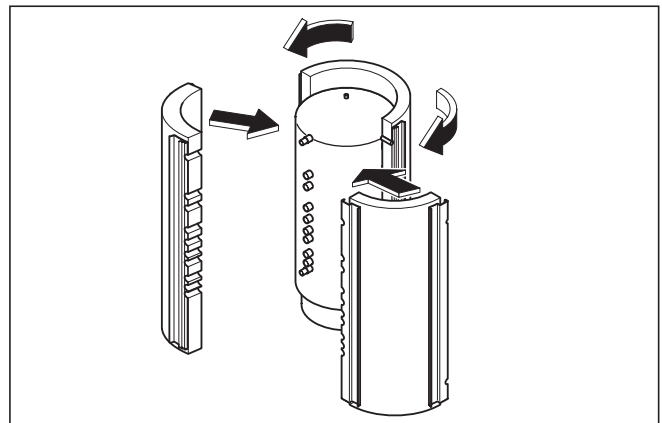

Bild 4.4 Montera isoleringshöljen
- Vik det stora (främre) isoleringshöljet runt multifunktionsberedaren framifrån, se bild 4.4.